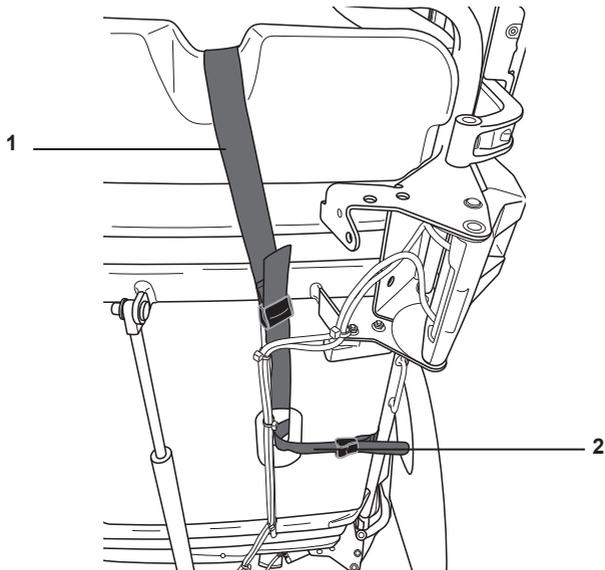

**Abbildung 7: Fest auf Luftanschlüsse drücken**
3. Kann die Matratze nicht aufgepumpt werden oder ist eine Leckage zu hören, überprüfen Sie, ob die CPR-Ventile geschlossen sind. Überprüfen Sie die Anschlussstelle von Matratze und Rahmen auf Leckagen. Siehe Abschnitt „Integrierte Luftdruckmatratze befestigen“, Abb. 7, um diese Verbindung zu verstärken.